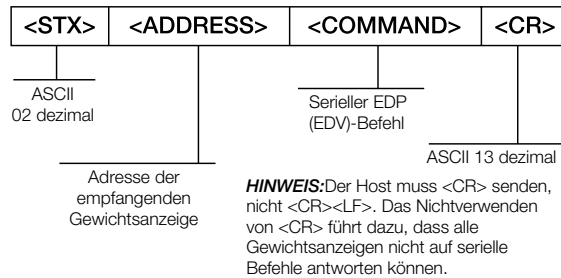

Abbildung 13-3. RS-485 Senden-Datenformat
Alle Remote-Befehle werden unter Verwendung des in Abbildung 13-3 gezeigten Datenformats initiiert:
*Beispiel: Verwenden Sie zum Senden des Befehls XG#1 von einem ASCII-Terminal an eine Gewichtsanzeige an Adresse 65 (dezimal) im RS-485-Netzwerk die in Abbildung 13-3 auf Seite 147 angegebene Formatierung.*
- Die Adresse der Gewichtsanzeige (65) wird durch ein **A** als Großbuchstabe gekennzeichnet
- Das Zeilenumbruchzeichen (CR) wird durch Drücken von **Enter** erzeugt